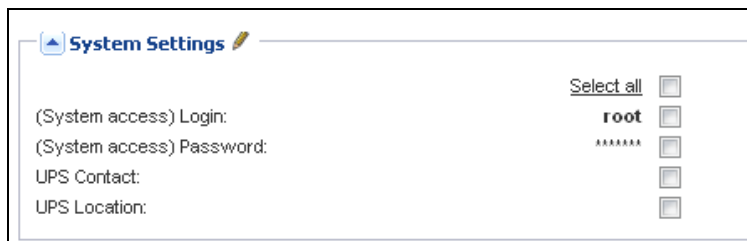

Abbildung 75. Knotenkonfigurationsbereich
- Sie müssen die Knotenanmeldedaten im Knotenkonfigurationsbereich konfigurieren (siehe Abbildung 75).